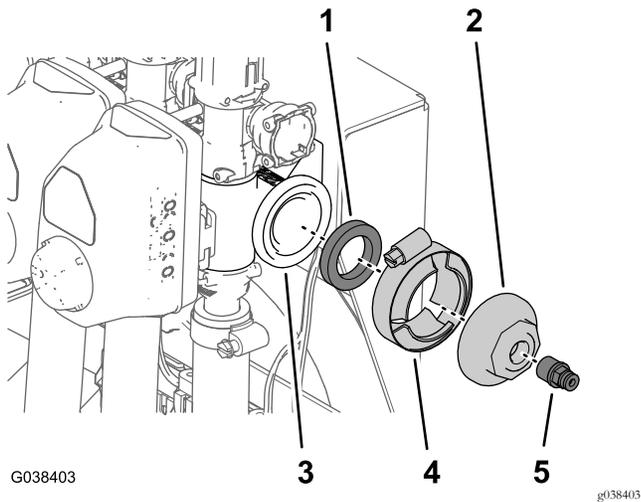

図 87
1. 右側散布バルブにガスケットとエンドキャップを固定しているフランジランプを取り外す 図 87。
2. エンドキャップのポートについているチューブカップラを外す 図 87。